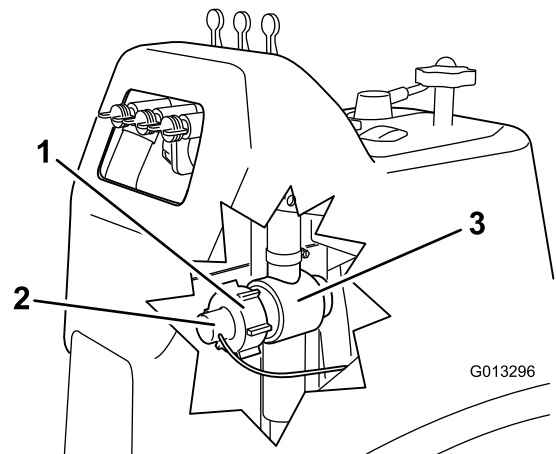

**Figure 70**
3. Lorsque le poids de la rampe est supporté, retirez le boulon et l'écrou de fixation de l'axe de pivot à l'ensemble rampe (Figure 70). Retirez l'axe de pivot.
5. Déposez et examinez les bagues en nylon à l'avant et à l'arrière du support de pivot (Figure 70). Remplacez les bagues défectueuses.
7. Montez l'ensemble rampe et support de pivot dans le bâti central en alignant les ouvertures (Figure 70).